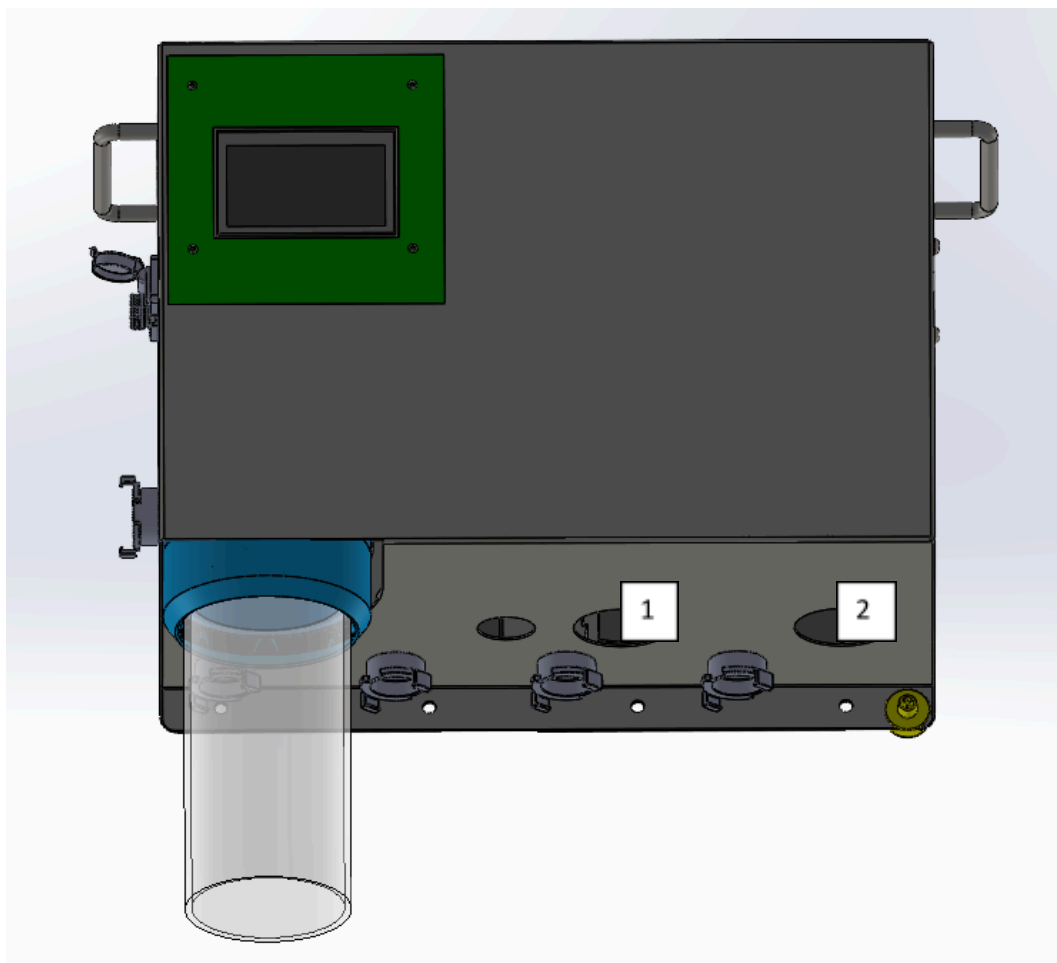

Figura 3
Para que el sistema funcione con los productos de desinfección y limpieza, se deben conectar dos bombas de succión en la parte inferior de la carcasa. La bomba en el orificio izquierdo (1) debe conectarse a MS HoofClean Care. La bomba en el orificio derecho (2) debe conectarse al segundo producto (ver figura 3).